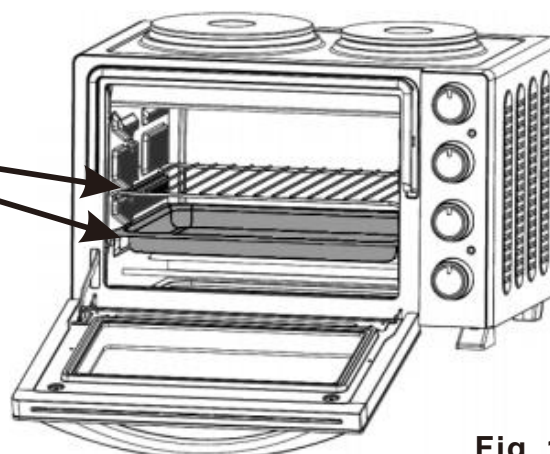

Fig. 1
- L'emplacement de la plaque de cuisson et de la grille – Fig. 1
Glissez la grille et/ou la plaque de cuisson sur les supports de grille (Fig. 1)